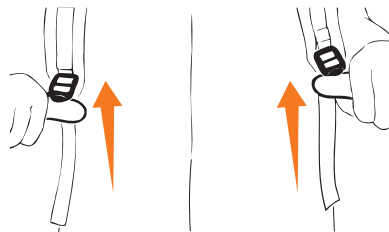

Рис. 9
- Для ослабления, поднимите выступы зажимов ремней (Рис. 9).